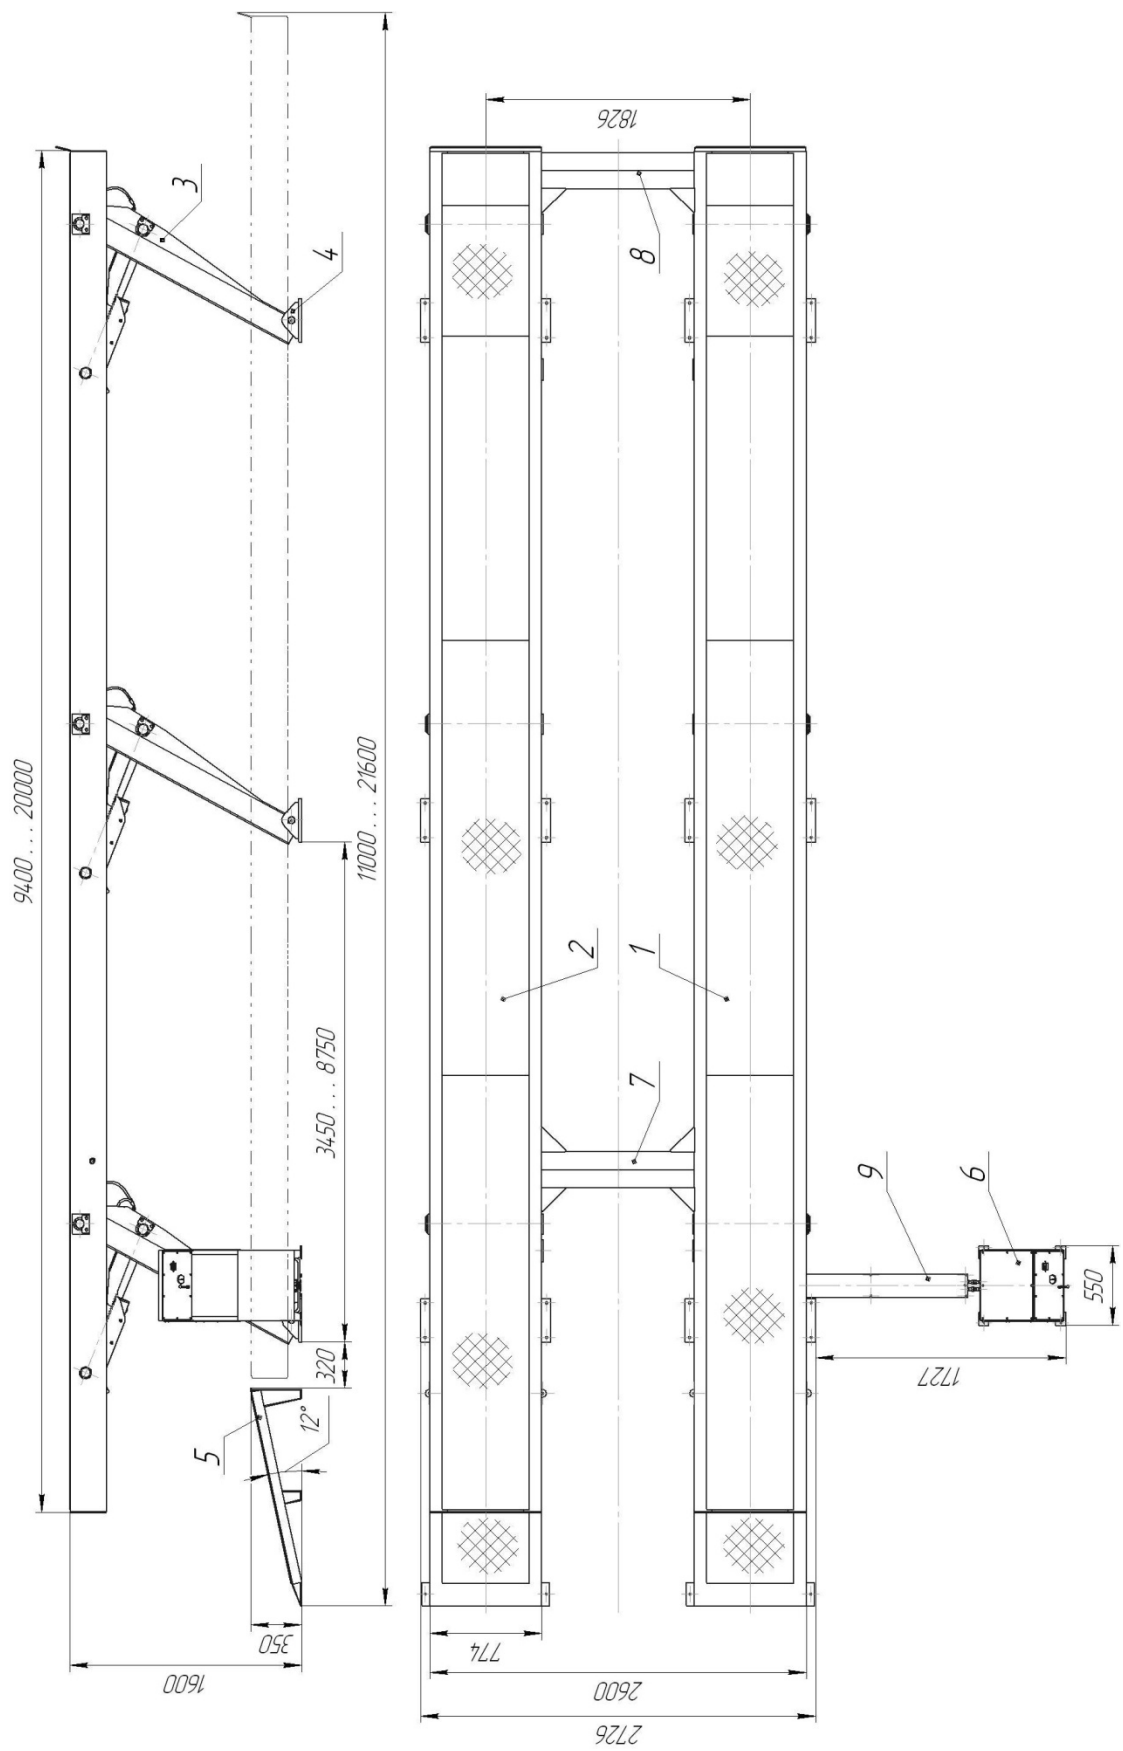

Рис.1 Общий вид платформы подъемной 36Г272М1
Платформа (рис.1) представляет собой стационарный подъёмник, состоящий из основной части в виде шарнирного 4-х звенника с электрогидравлическим приводом.
5.1 Правую и левую половины платформы (поз. 1 и 2, рис.1) установить на временные подставки (подкладки), высота которых обеспечит доступ для монтажа поперечин (поз. 7 и 8).
5.9 Внутри поперечины (поз. 7 рис. 1) смонтировать поперечные трубопроводы и соединить дренажные трубки.
5.12 Присоединить к пульту управления короб с трубами (рис. 1 поз. 9) и закрепить его анкерами-шпильками Hilti HST M8x75/10.
5.18 Установите в проектное положение скаты (рис. 1. поз. 5). Расстояние от верхней кромки ската до края платформы в опущенном состоянии 70 мм. Закрепите скаты анкерами-шпильками Hilti HST M12x115/20.